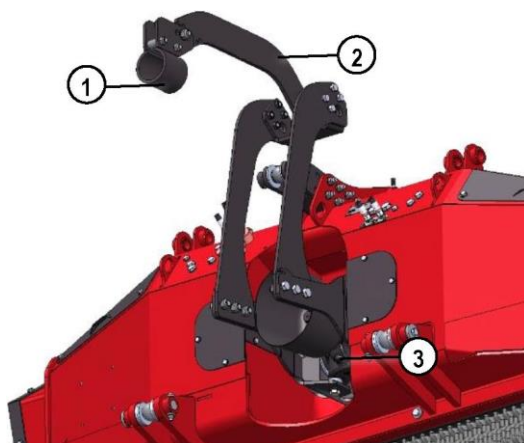

Рис. 22. Система синхронизации
Верхнее плечо рычага (2) синхронной системы (Рис. 22) при этом закреплено через держатель (1) на цилиндре верхнего рычага.